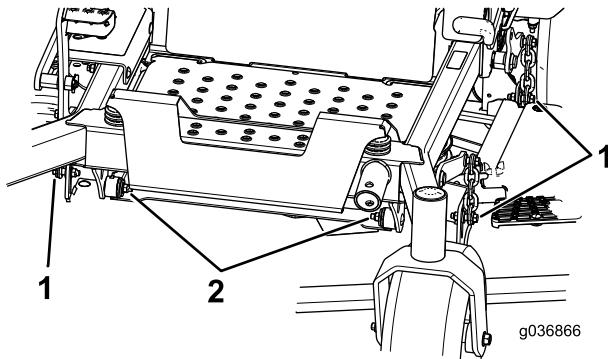

Figura 113
7. Retire y guarde los pernos y las tuercas de ambos lados de la máquina (Figura 113).